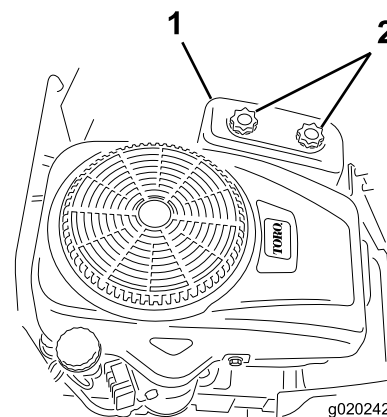

Figure 37
4. Déposez le couvercle du filtre à air en desserrant les 2 boutons (Figure 37).
3. Reposez le couvercle du filtre à air et serrez les 2 boutons (Figure 37).